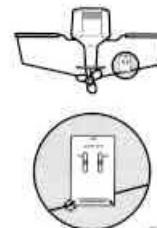

Figure 4
2. Placez ce gabarit sur le tableau arrière du bateau, à l'endroit où le transducteur sera installé (voir Figure 4). Alignez-le bien verticalement, en veillant à ce que le bord inférieur du tableau coïncide avec l'angle inférieur du gabarit.